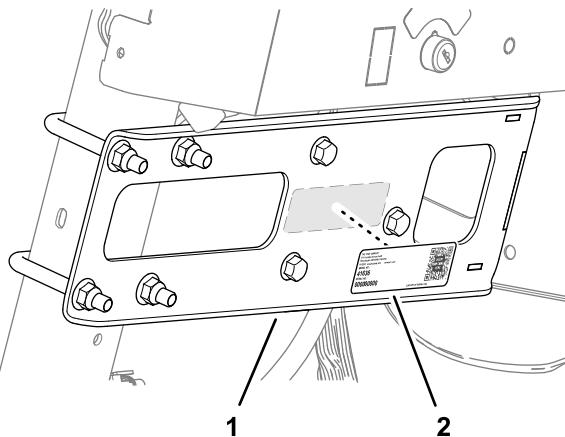

図 77
2. 図 77 に示すように、デカールをマニホールドマウントに貼り付けます。